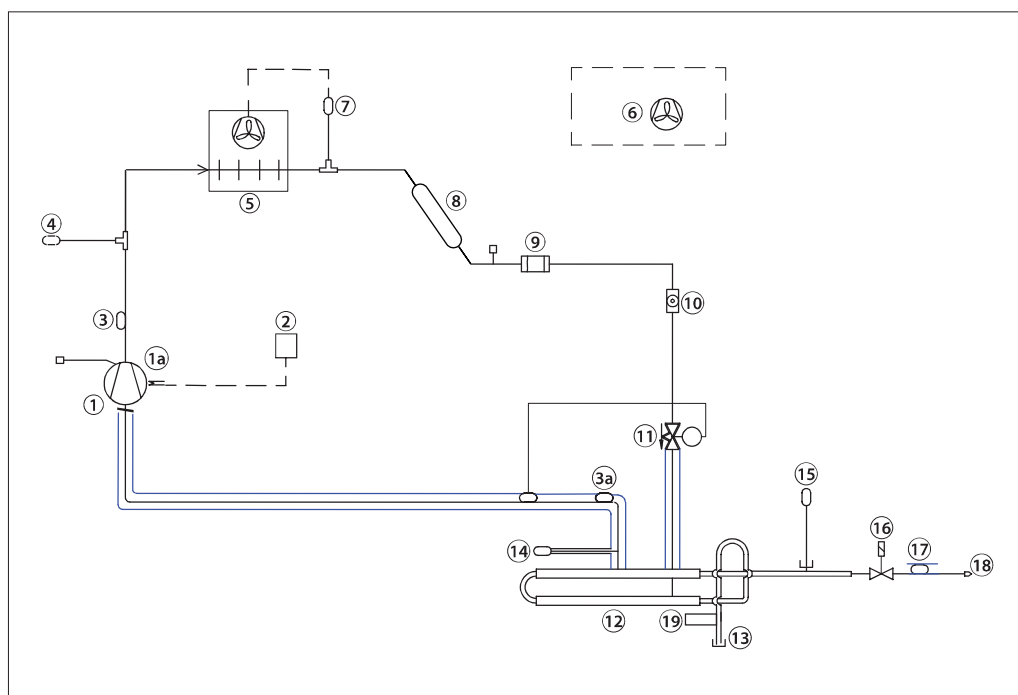

Abb. 1 Entlüfter R290 – Aufbau
** Siehe Abb. 1 und Abb. 10a
Der Entlüfter benötigt lediglich einen mechanischen Anschluss (siehe Abb. 1). Die Ammoniak-/NC-Gase fließen von der Hauptanlage durch den Flansch für Ammoniak (siehe 13 in der nachstehenden Abb. 1), während das NC-Gas durch das dem Entlüftungs-Restriktor (18) nachgelagerte Ausblasrohr abgegeben wird.